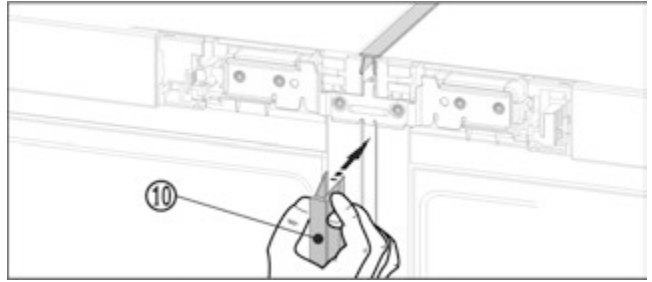

Fig. 22
- ▶ Спереду затисніть довгий нащільник Fig. 22 (10) у вертикальну щілину. Стежте за тим, щоб нащільник прилягав до з'єднувального листа.